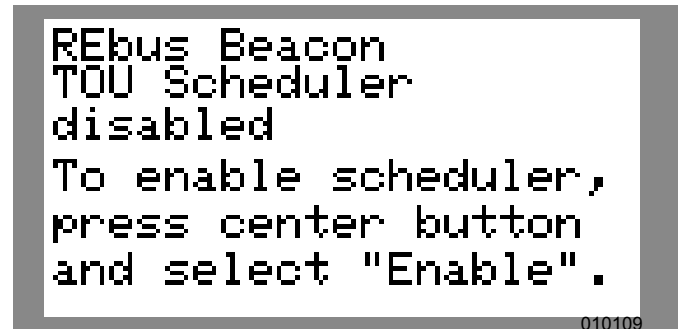

Figure 6-10. Configurer un horaire TOU (1 de 4)
1. Voir Figure 6-10. Aller à la page Generac Beacon et appuyer sur la touche centrale pour accéder au menu de ce dispositif.